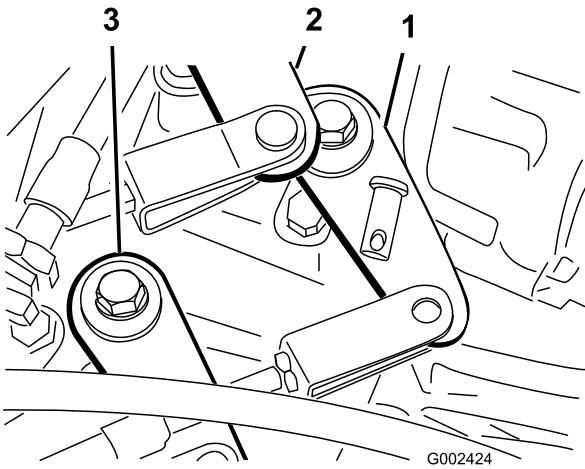

図 44
2. シフトケーブルをトランスアクスルのシフトアームに固定しているクレビスピンを取り図 44。
1. ハイ・ローカーリングケーブルをトランスアクスルに固定しているクレビスピンを取る図 44。